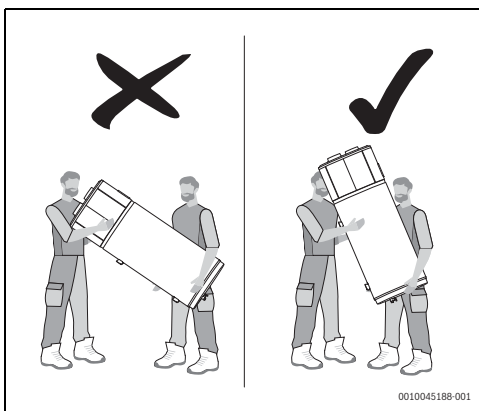

Fig. 6
- ▶ No sujetar el aparato por las placas superiores decorativas (fig. 6).